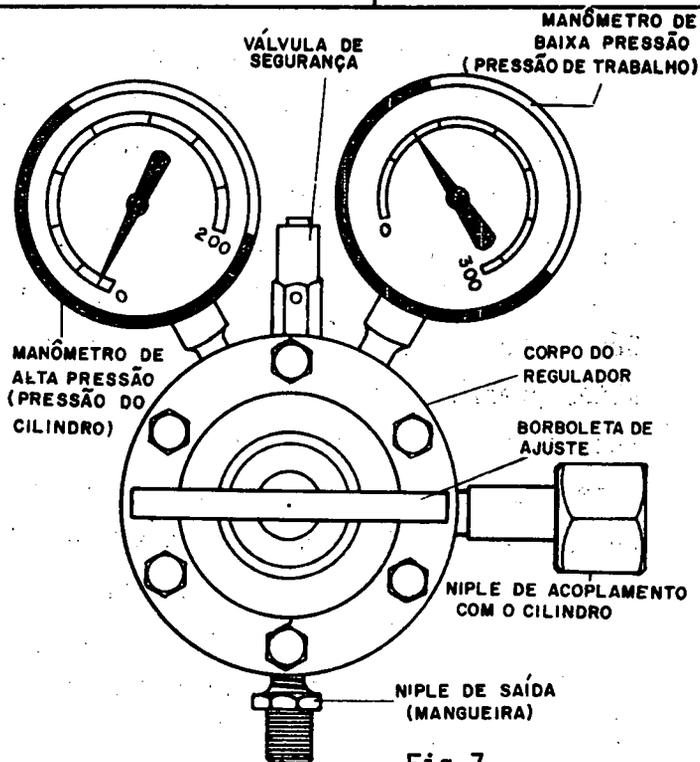

Fig.7
*REGULADORES DE PRESSÃO (FIG.7)*